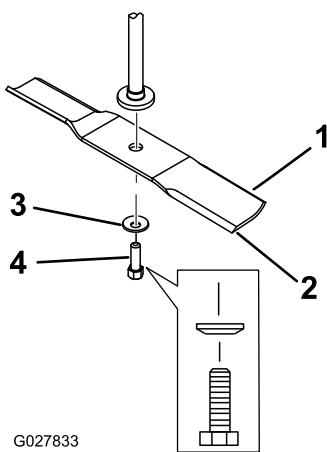

Figura 57
2. Retire del eje el perno de la cuchilla, la arandela curva y la cuchilla (Figura 57).
- Instale la cuchilla en el eje (Figura 57).
- Instale la arandela curva (con la copa hacia la cuchilla) y el perno de la cuchilla (Figura 57).